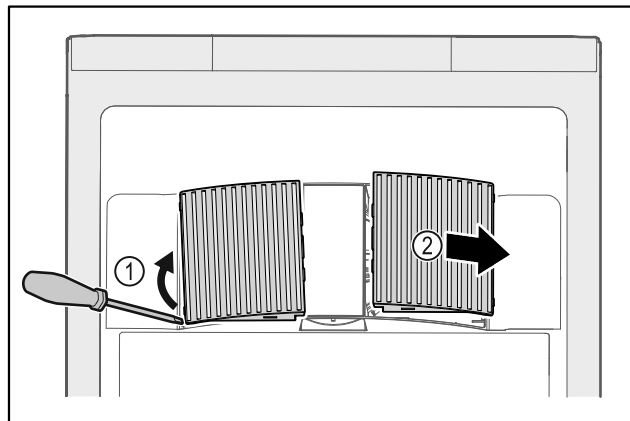

Fig. 176
- ▶ Lirk ut ventilatordekslene fra siden Fig. 176 (1), og ta dem ut forover Fig. 176 (2).